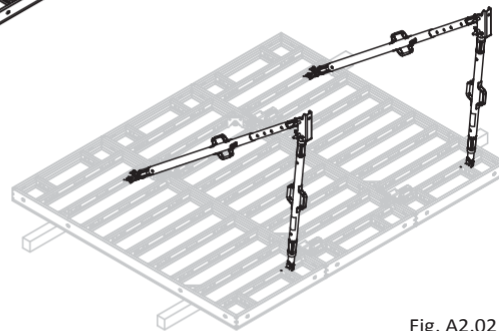

Fig. A2.02
2. Монтирайте вертикализаторите според съдействащата ширина. (Fig. A2.02)